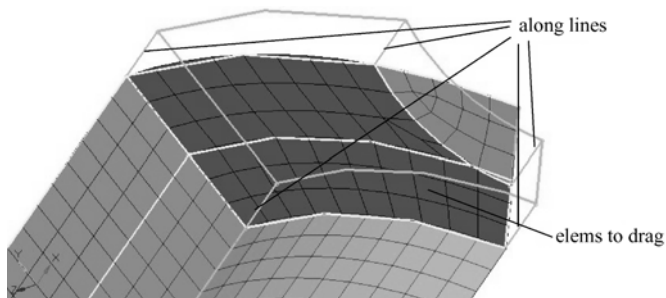

图 5-88 选择曲线
- (5) 进入 3D>solid map 面板。
- (6) 选择 line drag 子面板。
- (7) 激活 elem to drag: 单元选择器，选择如图 5-88 所示 2D 网格。
- (8) 激活 along geom.: 曲线对象选择器，选择如图 5-88 所示曲线。
- (9) 将 along parameters: 切换为 elem size 模式，输入 0.5。
- (10) 单击 mesh 按钮。
- (11) 单击 return 按钮。